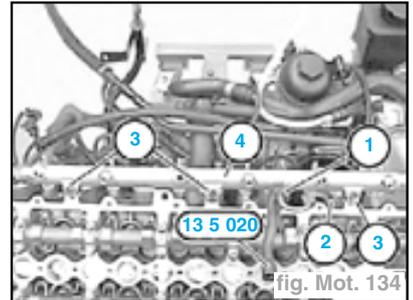

fig. Mot. 134
- la conduite de pression (1) avec l'outil 13 5 020,
- les vis (3),
- l'accumulateur haute pression (4) (fig. Mot. 134),